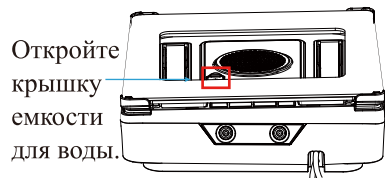

Рисунок 1
2. Переверните устройство, откройте силиконовую крышку и налейте чистую воду, вытрите капли воды с робота. (Рисунок 1, Рисунок 2, Рисунок 3)